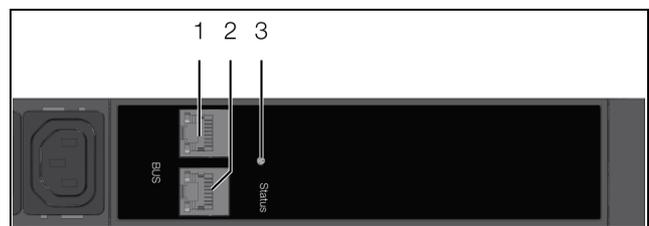

Abb. 18: Anzeigeelemente sowie Anschlüsse Slave PDU managed
Nach dem Anschließen zeigt die Multi-LED zur Statusanzeige grünes Dauerlicht (Abb. 18, Pos. 3). Die LEDs der CAN-Bus-Anschlüsse (Abb. 18, Pos. 1, 2) blinken grün bzw. rot.
- Verbinden Sie die Slave PDU managed über ein CAN-Bus-Verbindungskabel mit einer CAN-Bus-Schnittstelle der CMC III Processing Unit bzw. der benachbarten Komponente im CAN-Bus (Abb. 18, Pos. 1). Die Slave PDU managed wird neu gestartet und im Anschluss an der CMC III Processing Unit angemeldet.
- Schließen Sie ggf. an der zweiten, freien CAN-Bus-Schnittstelle der Slave PDU managed (Abb. 18, Pos. 2) eine weitere Komponente an (z. B. einen anderen Sensortyp).